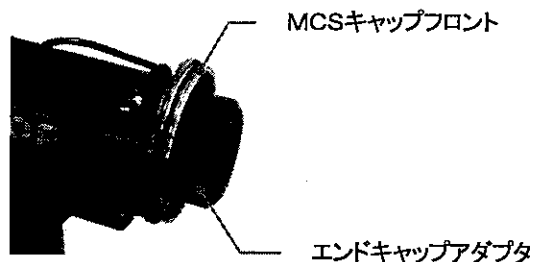

図7-14
- (10) マイナスドライバーでフィルスクリュを緩め、余分な油圧オイルと空気(気泡)を除去してください。油圧オイルが出なくなるまで放置した後、フィルスクリュを締め付けてください。(図7-14)